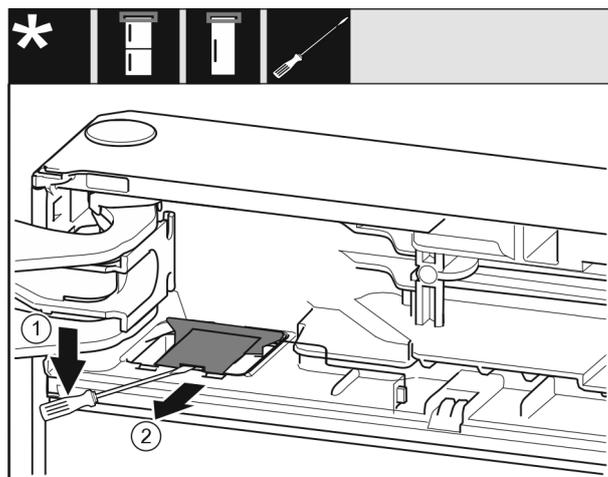

Fig. 9
► Disinnestare il coperchio con un cacciavite a testa a intaglio e sollevarlo. Fig. 9 (1)
► Estrarre la copertura. Fig. 9 (2)